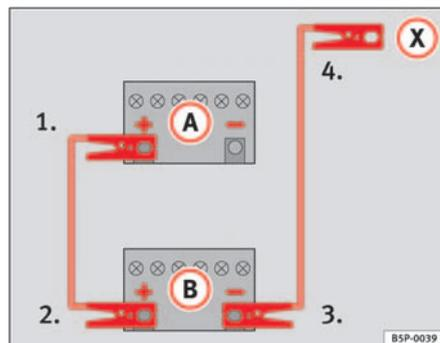

Abb. 193 Schema für das Anklemmen der Starthilfekabel
In der ⇒ Abb. 193 ist **A** die entladene Batterie und **B** die stromgebende Batterie.
1. Klemmen Sie ein Ende des roten Starthilfekabels an den Pluspol ⇒ Abb. 193 ⊕ des Fahrzeugs mit der entladene Batterie ⇒ ⚠.